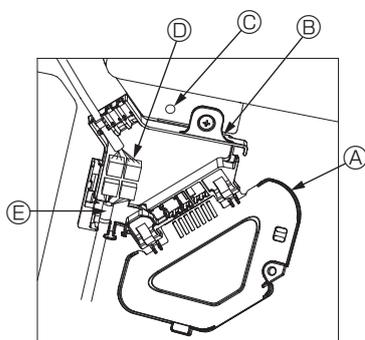

Fig. 6-9
- ① Снимите один винт, которым крепится крышка коннекторной коробки, переместите крышку по направлению, обозначенному стрелкой на схеме, откройте крышку.
- ② Поместите в коннекторную коробку соединительный провод для мотора дефлектора решетки и провод мотора дефлектора. Соедините провода. (Fig. 6-9) Существует два разъема мотора дефлектора: синий и оранжевый. Убедитесь, что при подключении цвета совпадают.